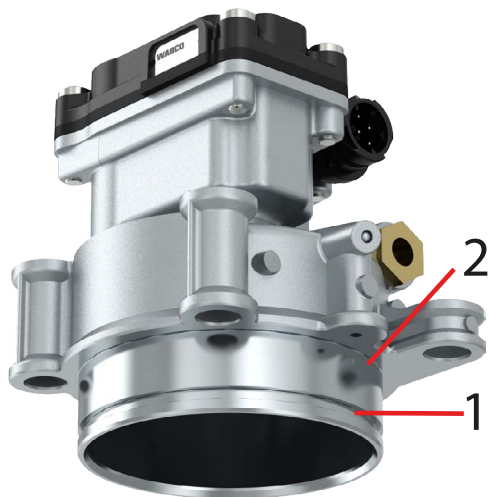

Fig. 6 Poziția inelelor de etanșare
1. Gresați inelul de etanșare 1 și amplasați-l în canelura părții inferioare vezi "Fig. 6 Poziția inelelor de etanșare".